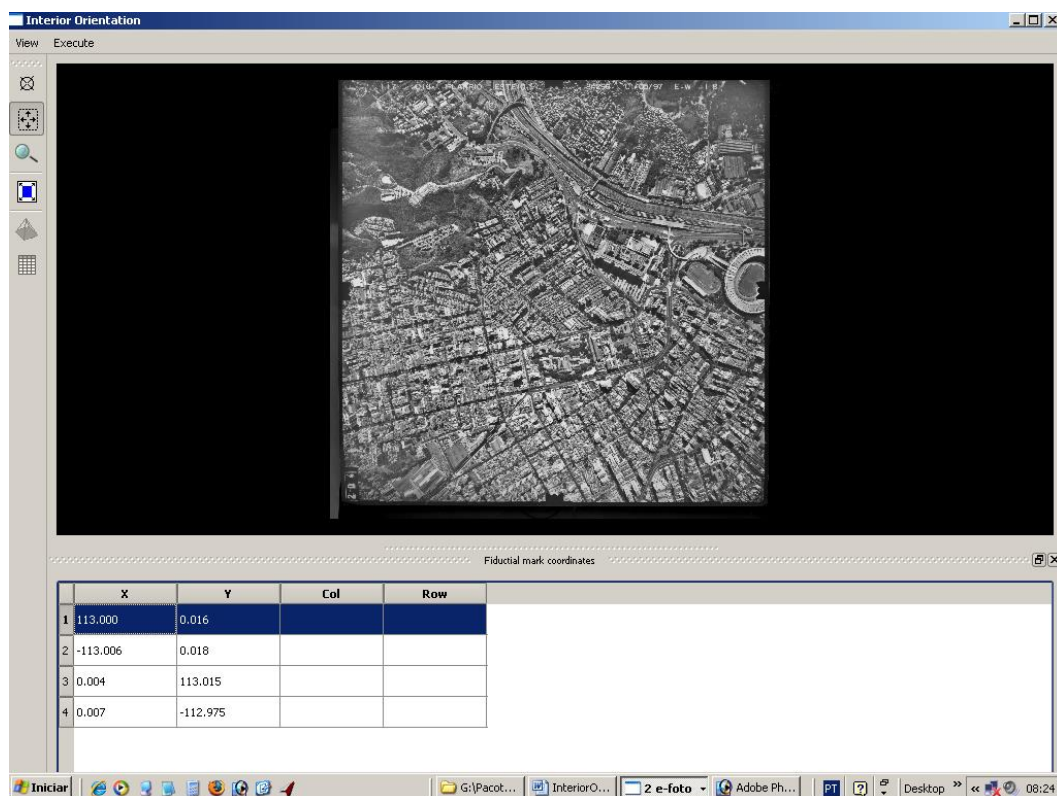

Figura 5 – Tela de exibição da imagem para identificação das marcas fiduciais.
Passo 3: Precisamos agora identificar na imagem as marcas fiduciais conforme as coordenadas que aparecem na tabela **"Fiducial Marks Coordinates"**, como mostrado na figura 5 abaixo.